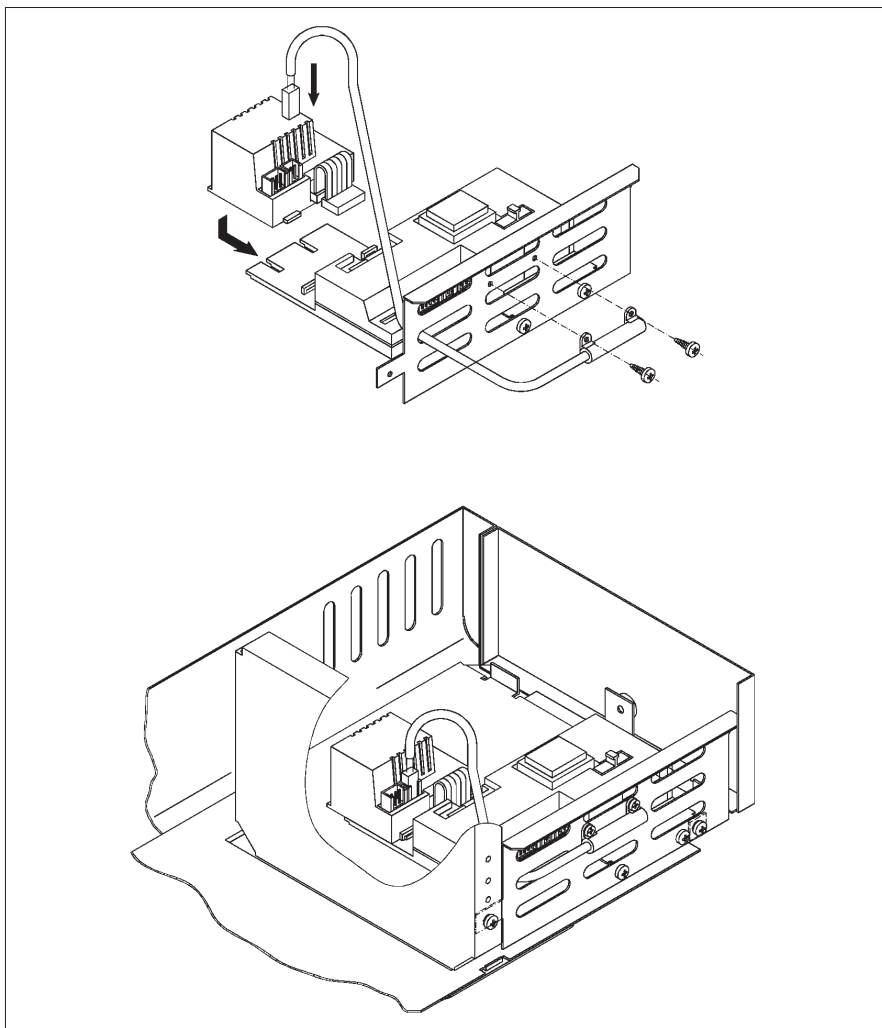

Fig. 3
- 3.** Desatornillar la placa troquelada con orificios oblongos (situada abajo en la sección eléctrica) junto con el regulador de carga (fig. 3).
- 4.** Atornillar el sensor de temperatura ambiente (B2) en la placa troquelada con 2 tornillos de 2,9x6,5 (fig. 3).
- 5.** Encajar el regulador de descarga (A2) junto con su cable de conexión (X12) sobre las ranuras receptoras del regulador de carga. Enchufar el cable de conexión con el regulador de carga (fig. 3).